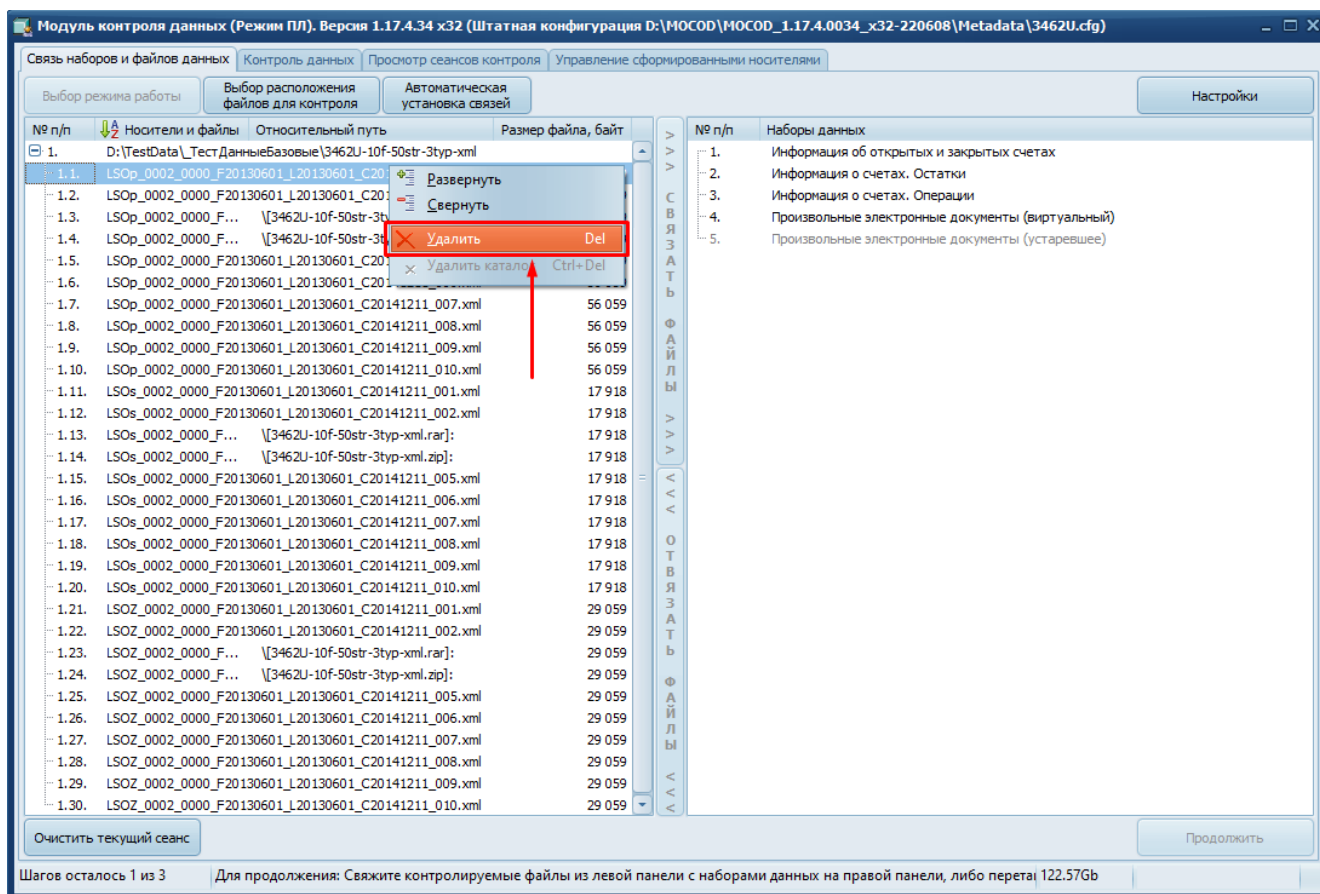

Рисунок 29 – Кнопка «Удалить»
- 1) Выделите необходимый файл электронной информации, нажмите на нем правой кнопкой мыши и выберите пункт контекстного меню «Удалить» (Рисунок 29).